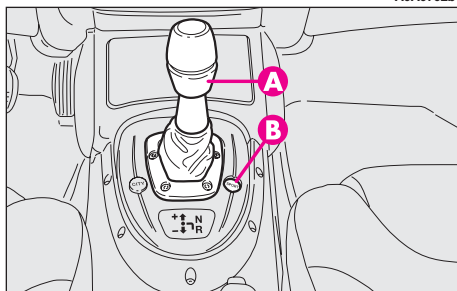

fig. 124
2) sportiva (inseribile con il pulsante **B-fig. 124**): privilegia una guida sportiva.
La logica di funzionamento sportiva viene selezionata premendo il pulsante **SPORT (B-fig. 124)** situato sulla mostrina della leva cambio; quando la modalità è selezionata, compare sul display la scritta **SPORT**.
- la leva di comando posta sul mobiletto centrale (**A-fig. 124**);